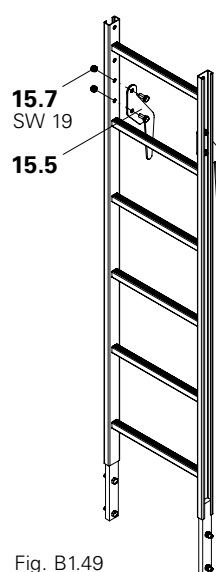

Fig. B.1.49
4. Se la scala sottostante rientra nella tipologia da appendere, fissare l'aggancio trattenuta scala (15.5) con viti M12 x 25, Ch 19 (15.7). (Fig. B.1.49)